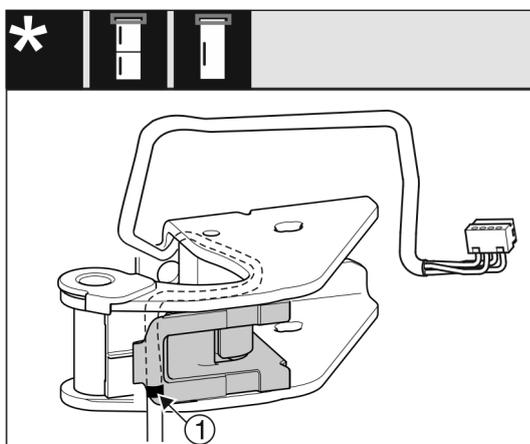

Fig. 16
- ▷ Mittlere Markierung muss dabei auf der Kante der Kabelhalterung liegen Fig. 16 (1).